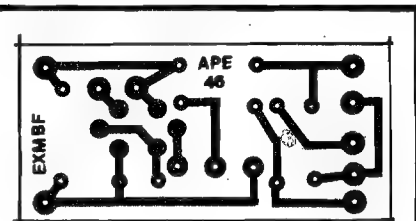

Fig.2
- FIG. 2 - LAY OUT DO CIRCUITO IMPRESSO ESPECÍFICO - Devido ao reduzido número de peças, a plaquinha é diminuta, de muito fácil realização... O diagrama mostra o padrão cobreado de ilhas e pistas necessário à acomodação/interligação dos componentes... Como o desenho está em tamanho natural, bastará ao Leitor/Hobbysta "carbonar" o lay out diretamente sobre a face cobreada de uma plaquinha de fenolite virgem nas convenientes dimensões, efetuar a traçagem (com decalques ou tinta-ácido-resistente), promover a corrosão (na solução de perclorato de ferro), limpesa, furação e... pronto! Os cuidados específicos com a manipulação e utilização de Circuitos